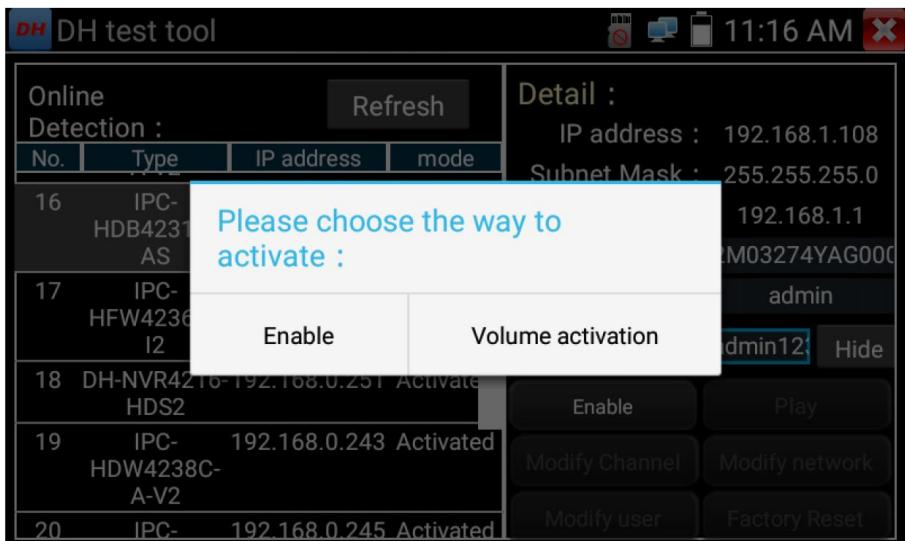

Рис. 122 Активация камер Dahua
- Активируйте камеру и задайте имя пользователя и пароль (рис. 122, 123)